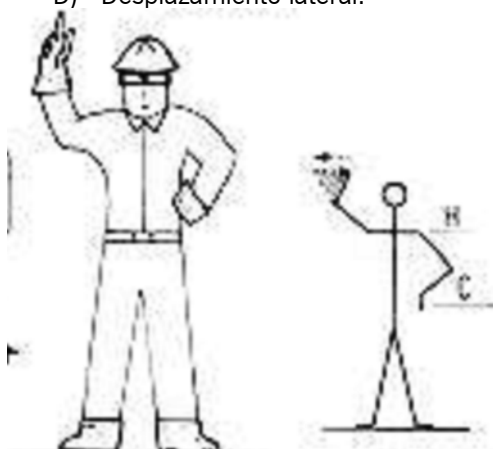

Figura 6
24. ¿Qué indica el señalista en la figura (figura 6)?